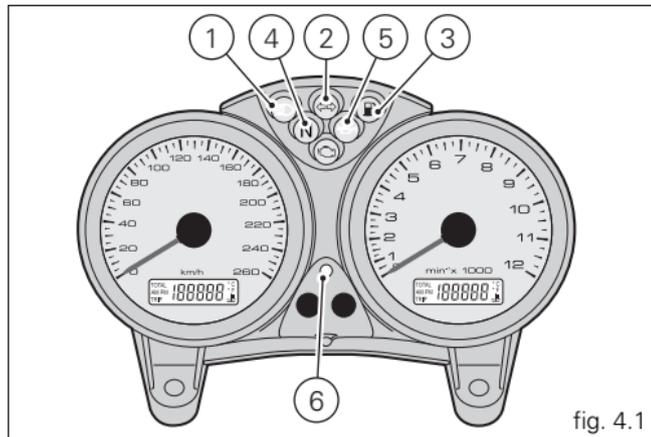
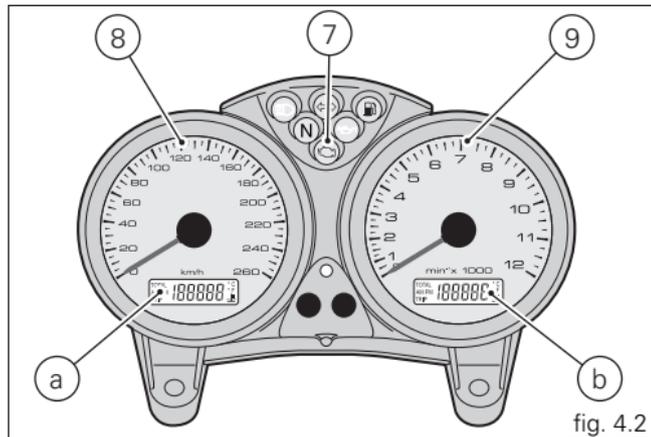

fig. 4.1
fig. 4.2
Cruscotto (fig. 4.1 e fig. 4.2)
La CODE CARD deve essere conservata in luogo sicuro. È consigliabile che l'utilizzatore abbia sempre con sé il codice elettronico riportato sulla CODE CARD, nell'eventualità di dover effettuare lo sblocco del motore tramite la procedura che utilizza la manopola dell'acceleratore. La seguente procedura offre quindi la possibilità all'utente, in caso di problemi al sistema immobilizer, di disabilitare la funzione "blocco motore" rappresentata dall'accensione simultanea della spia giallo ambrata EOBD (7, fig. 4.1). L'operazione è possibile solo conoscendo il codice elettronico (electronic code) riportato sulla code card.
- 1) Portare la chiave su ON e ruotare completamente la manopola acceleratore mantenendola ruotata. La spia EOBD (7, fig. 4.1) si spegne dopo un tempo prestabilito di 8 secondi.
- 3) Occorre ora inserire il codice elettronico di sblocco riportato sulla CODE CARD consegnata al cliente all'atto della consegna della moto da parte del concessionario. La spia EOBD si riaccenderà lampeggiando. Contare un numero di lampeggi della spia EOBD (7, fig. 4.1) pari alla prima cifra del codice segreto. Portare la manopola acceleratore in posizione tutta aperta: viene così riconosciuta l'immissione di una cifra e la spia EOBD si accende e rimane in questo stato per un tempo prestabilito di 4 secondi. Nel caso in cui non si compia nessuna operazione con l'acceleratore, la spia EOBD pulserà per 20 volte, poi si accenderà in modo fisso e la procedura dovrà essere ripetuta dal punto (1).
- 1) se il codice viene riconosciuto, la spia (6, fig. 4.1), posta sul quadro strumenti, emette un breve lampeggio; il sistema di protezione ha riconosciuto il codice della chiave e disattiva il blocco motore. Premendo il pulsante START (2, fig. 13), il motore si avvia;
- 2) se la spia (6, fig. 4.1) o la spia EOBD (7, fig. 4.1) rimangono accese, il codice non è stato riconosciuto. In questo caso si consiglia di riportare la chiave in posizione OFF e poi di nuovo in ON, se il blocco persiste, riprovare con l'altra chiave in dotazione di colore nero. Se ancora non si riesce ad avviare il motore, rivolgersi alla rete assistenziale DUCATI;
- 3) se la spia (6, fig. 4.1) rimane lampeggiante significa che una segnalazione del sistema immobilizer è stata ripristinata (ad esempio con la procedura di sblocco tramite manopola). Ruotando la chiave in posizione OFF e nuovamente su ON la spia immobilizer dovrebbe riprendere il suo normale funzionamento (vedi punto 1).